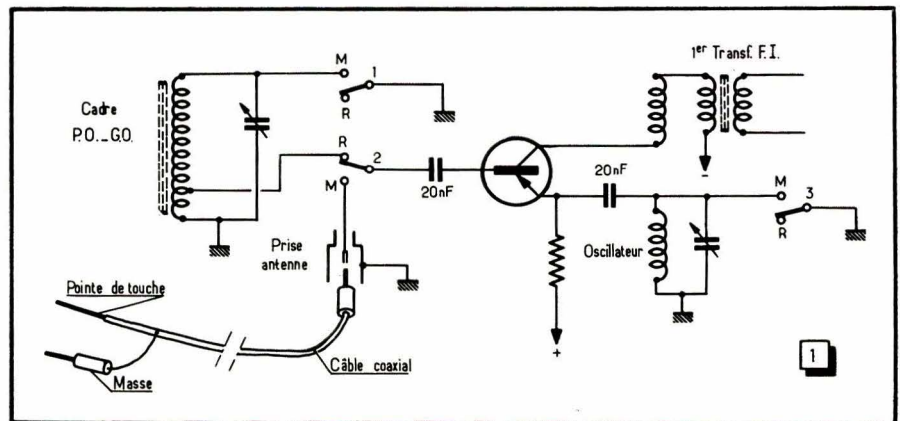

Fig. 1. — Modification à apporter au circuit d'accord du récepteur transformé.
J'ai modifié le bloc d'accord en supprimant les bobines P.O.-G.O. normalement employées pour la réception sur antenne. J'ai donc libéré deux touches du contacteur. L'une a été appelée (R), laquelle, enfoncée, fait fonctionner l'appareil en P.O. ou G.O. sur cadre. Le choix de la gamme est fait avec les touches P.O. ou G.O. L'autre a été appelée (M). Elle modifie le branchement suivant le schéma de la figure 1.